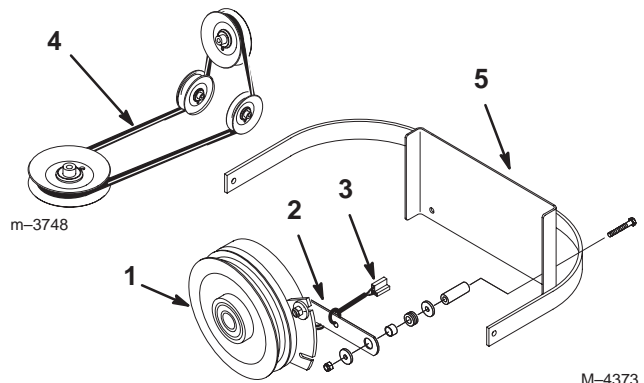

Figure 62
2. Retirez la barrette de retenue de l'embrayage du bâti de la machine et débranchez la borne de l'embrayage du faisceau de câblage (Fig. 62).
7. Posez la barrette de retenue de l'embrayage et branchez la borne de l'embrayage au faisceau de câblage (Fig. 62).